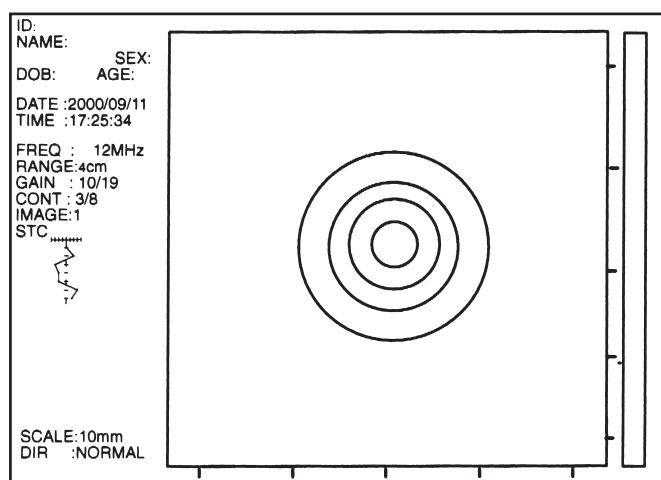

Рис. 3.12
2. Нажмите кнопку "Examination" ("Проверка"), при этом загорится светодиод над указателем "RADIAL". Нажмите кнопку "FREEZE" переключателя режимов ультразвукового изображения для активации режима изображения в реальном времени (REAL-TIME) (см. рис. 3.12). Убедитесь в отсутствии аномальных вибраций или звука, исходящих от эндоскопической системы.